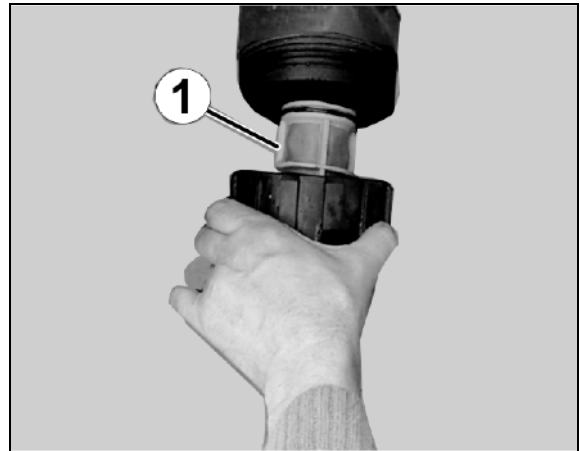

Fig. 144
2. Tag trykfilteret (Fig. 144/1) ud og rengør det med vand.
5. Tag trykfilteret (Fig. 144/1) ud og rengør det med vand.